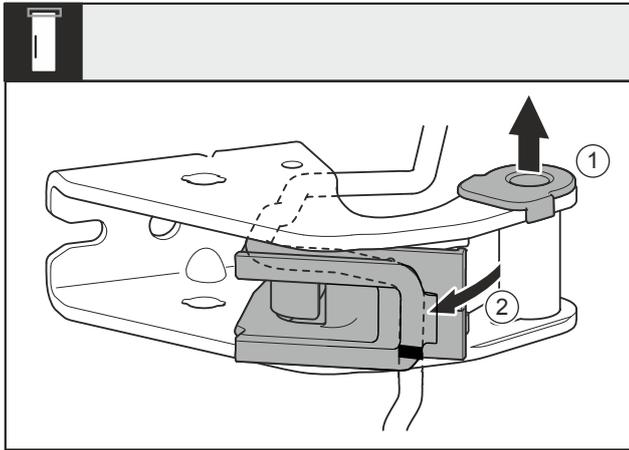

Fig. 26
- ▶ Estrarre la bronzina Fig. 26 (1) dalla guida.
- ▶ Ruotare verso l'esterno il supporto del cavo Fig. 26 (2).